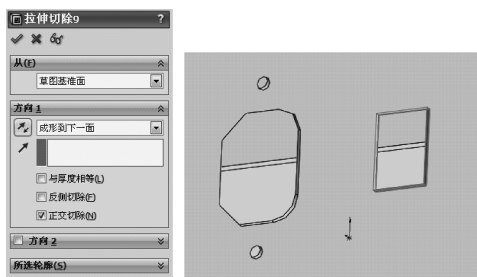

图 14-27 拉伸切除特征 4
11) 单击【特征】工具栏中的 (拉伸切除) 按钮,在【属性管理器】中弹出【拉伸切除】属性设置。在【方向 1】选项组中,设置【终止条件】为【成形到下一面】,单击 (确定) 按钮,生成拉伸切除特征,如图 14-27 所示。